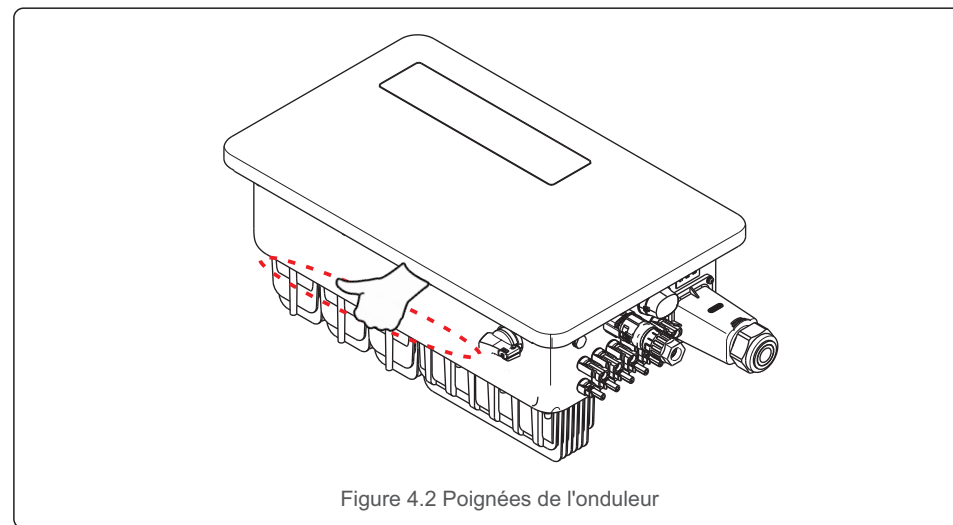

Figure 4.2 Poignées de l'onduleur
2. Ouvrir la boîte ; la présence de deux personnes est nécessaire pour manipuler l'onduleur : voir endroits indiqués par ligne pointillée (voir figure 4.2).